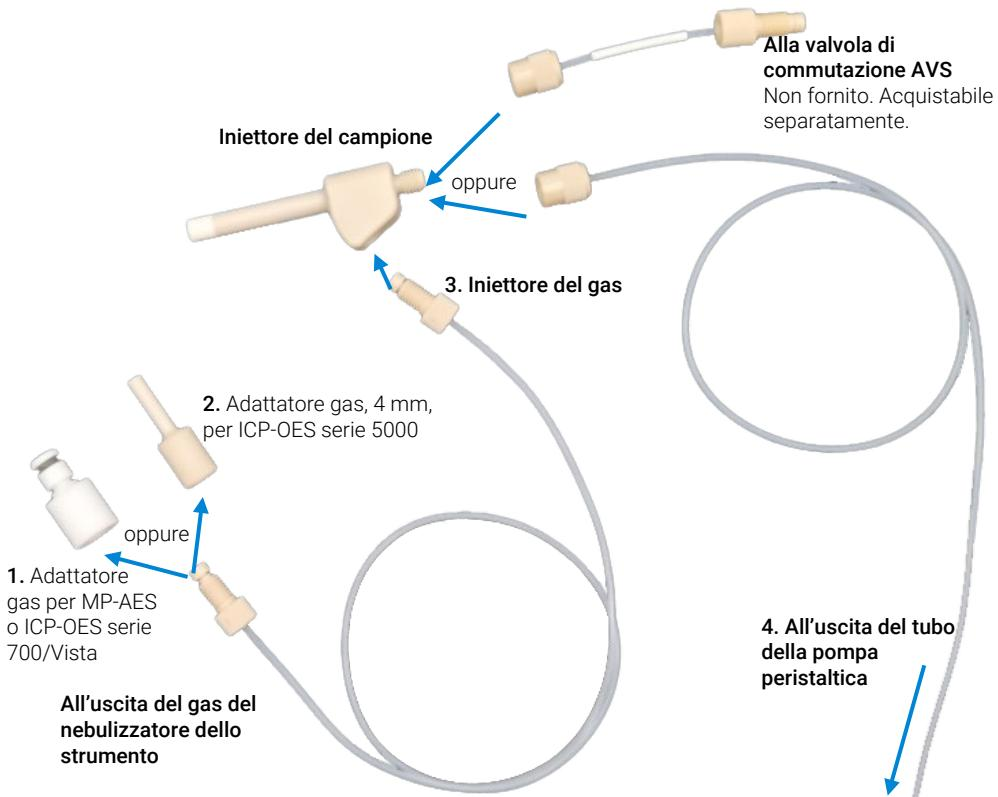

Figura 2 Istruzioni per l'assemblaggio del nebulizzatore con scanalature a V, inerte, per campioni ad alto tenore di TDS (solidi disciolti totali)
- Linea iniettore del campione, dal connettore del nebulizzatore ai tubi del campione (1/16") (4 in Figura 2)
- Linea iniettore del gas, dal nebulizzatore all'adattatore gas per ICP-OES serie 5000 (3 in Figura 2)
- Adattatore gas per l'uscita del gas del nebulizzatore ICP-OES serie 5000 (2 in Figura 2)
- Adattatore gas per MP-AES o ICP-OES serie 700/Vista (1 in Figura 2)